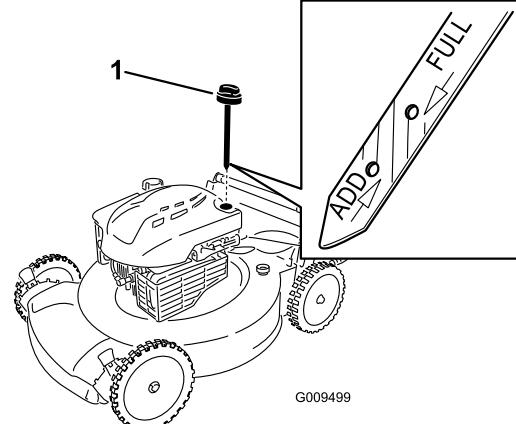

Рисунок 17
- Извлеките масломерный щуп (Рисунок 17).
- Медленно** заливайте масло в маслозаливной патрубок до тех пор, пока уровень масла не достигнет отметки **Full (ЗАПОЛНЕНО)** на масломерном щупе (Рисунок 17). **Не допускайте переполнения картера.** Макс. объем масла: 0,59 л, тип: автомобильное моющее масло (SAE 30), имеющее классификацию API: SF, SG, SH, SJ, SL и выше.